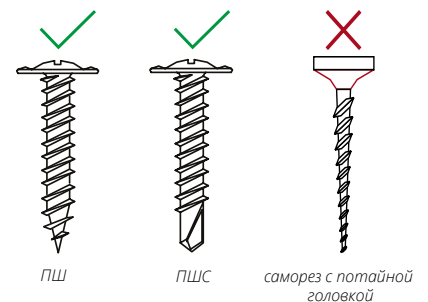

Рисунок 1
Запрещено использовать саморезы с потайной головкой (рис. 1).
- 9.3 Для монтажа сайдинга вертикально обрешетка монтируется горизонтально. Шаг обрешетки по осям должен быть не более 300-400 мм (рис. 1, 2, 3, 4).